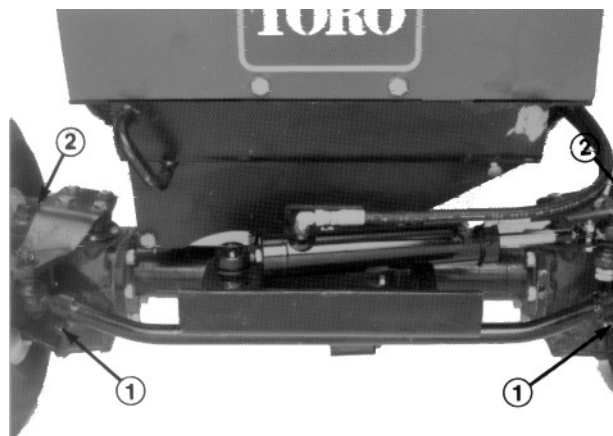

Fig. 7
2. Ta ut pluggene i hver ende av akselen og forviss deg om at smøremiddelet når opp til underst i hullet. Hvis nivået er lavt må en av festeboltene over hver endeplugg tas av. Etterfyll med nok smøremiddel til at nivået når opp til nederst i hullet (fig. 7).